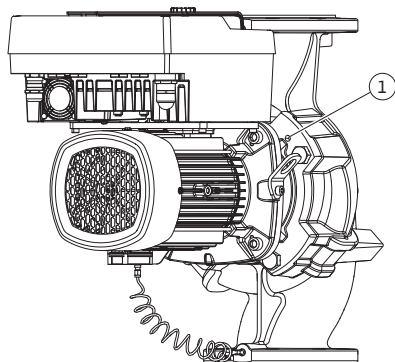
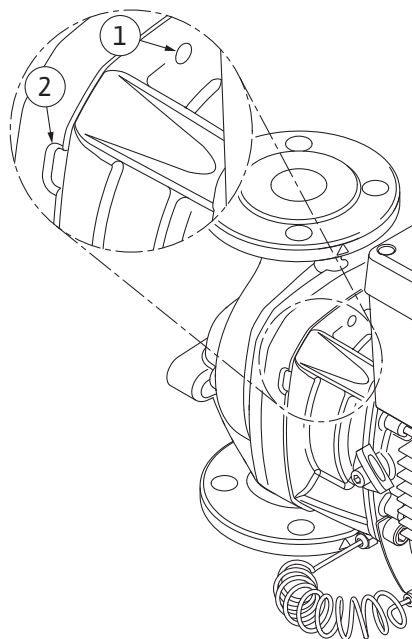

Fig. 108: Éjection du kit embrochable par les trous taraudés
Fig. 109: Trous taraudés et fentes pour chasser le kit embrochable du corps de pompe
11. Desserrer la vis (Fig. I/III, pos. 10, Fig. II/IV, pos. 29) qui retient la tôle de support du capteur de pression différentielle. Tirer sur le côté le capteur de pression différentielle (Fig. I, pos. 8) avec la tôle de support et le laisser suspendu sur les conduites de mesure de pression (Fig. I, pos. 7). Débrancher le câble de raccordement du capteur de pression différentielle (DDG) dans le module électronique ou le détacher au niveau de la connexion enfichable et le retirer.
12. Pour le type de pompe (Fig. III, IV), desserrer les vis (pos. 29). Utiliser les deux trous taraudés adjacents (Fig. 108, pos. 1) ainsi que les vis appropriées fournies par le client (p. ex. M10 x 25 mm). Éjecter le kit embrochable du corps de pompe. Pour le type de pompe (Fig. I et Fig. II), utiliser les deux trous taraudés M10 (voir Fig. 108) et des vis appropriées fournies par le client (p. ex. M10 x 20 mm). Les fentes (Fig. 109, pos. 2) peuvent également être utilisées pour exercer une pression. Pour ce faire, placer, par exemple, deux tournevis et les utiliser comme leviers. Après un dégagement de 15 mm environ, le kit embrochable n'est plus inséré dans le corps de pompe.